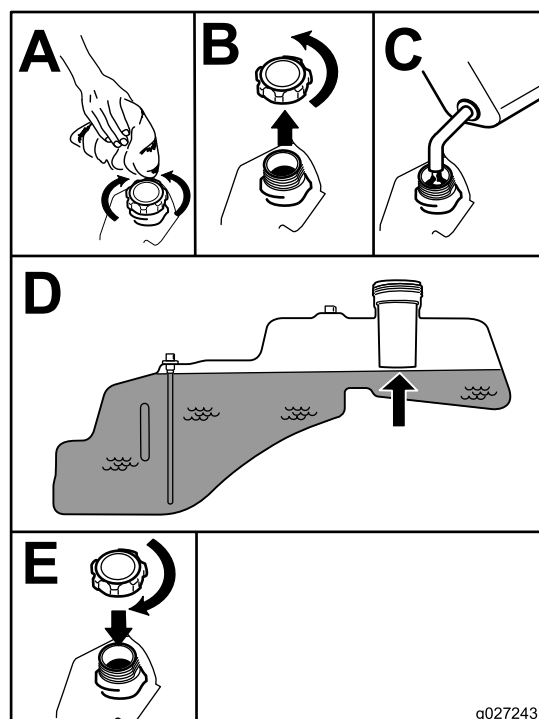

Figura 8
4. Encha o depósito até ao fundo do tubo de enchimento (Figura 8).